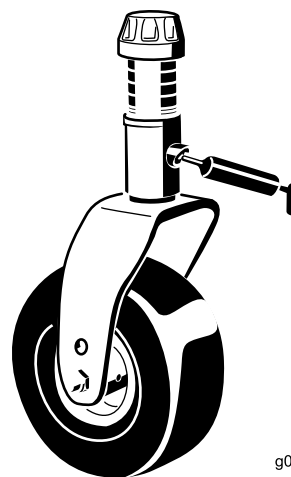

Bild 42
- Laufradgabel-Büchsen (2) (Bild 42)